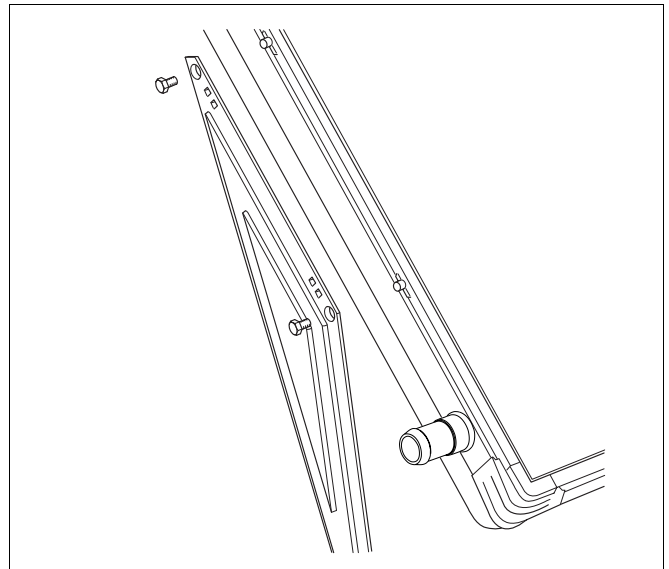

Abb. 15 Untere Kollektorhalter montieren
- Montieren Sie zuerst die unteren Kollektorhalter links und rechts an den Kollektor. Schieben Sie dazu jeweils zwei Kulissensteine in die richtige Position hinter die Halter und schrauben Sie die Halter mit den beiliegenden Schrauben M6 x 10 fest (Abb. 15).